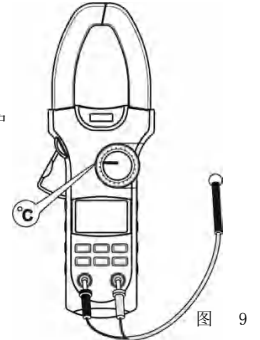

图 9
- ① 波峰因素1.4~2.0，则准确度为需加1.0%
- ② 波峰因素2.0~2.5，则准确度为需加2.5%
- ③ 波峰因素2.5~3.0，则准确度为需加4.0%
7. 温度测量℃ (仅UT208A, 见图9)